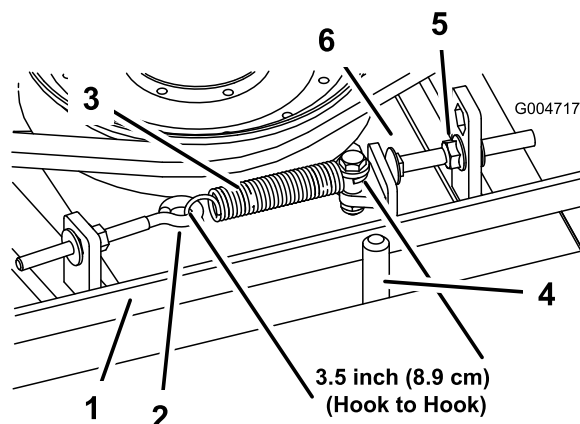

Figura 65
Cuando está correctamente tensado, la longitud del muelle de extensión (entre ganchos) debe ser de 8,9 cm \pm 6 mm aproximadamente (medida interior). Una vez que haya obtenido la tensión correcta del muelle, ajuste el perno de tope (perno de cuello cuadrado) hasta que quede aproximadamente 3 +1,5/0,0 mm de holgura entre la cabeza del perno y el brazo tensor (Figura 65).
Nota: Asegúrese de que la correa está colocada en el lado del muelle de la guía de la correa (Figura 65).
2. Afloje el perno de ojal para poder retirar el muelle de extensión (Figura 65).
la tuerca lo suficiente para permitir que el brazo tensor pase por el perno de tope (Figura 65). Aleje la polea tensora de la correa para aliviar la tensión de la correa.
8. Vuelva a conectar el muelle de extensión (Figura 65) al perno de ojal y tense la correa de la siguiente manera: